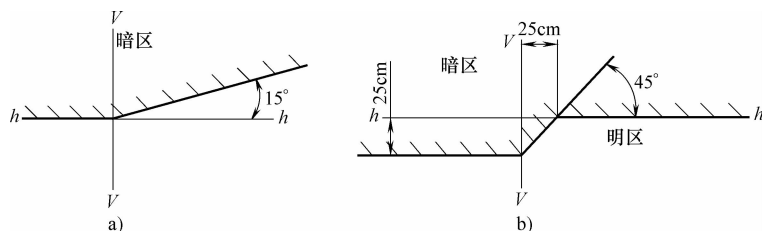

图 5-27 非对称配光示意图
(1) 配光特性 配光特性是指前照灯灯光的光形分布特性。如果将照度相同的点连成一条等照度曲线, 则等照度曲线的形状与分布就反映出了前照灯的配光特性, 如图 5-26a 所示。对称式配光特性, 其等照度曲线应左右对称, 不偏向一边, 上下的扩展也不太宽, 如图 5-26a 所示。非对称式配光特性, 其光形分布是不对称的, 如图 5-27 所示。非对称式配光特